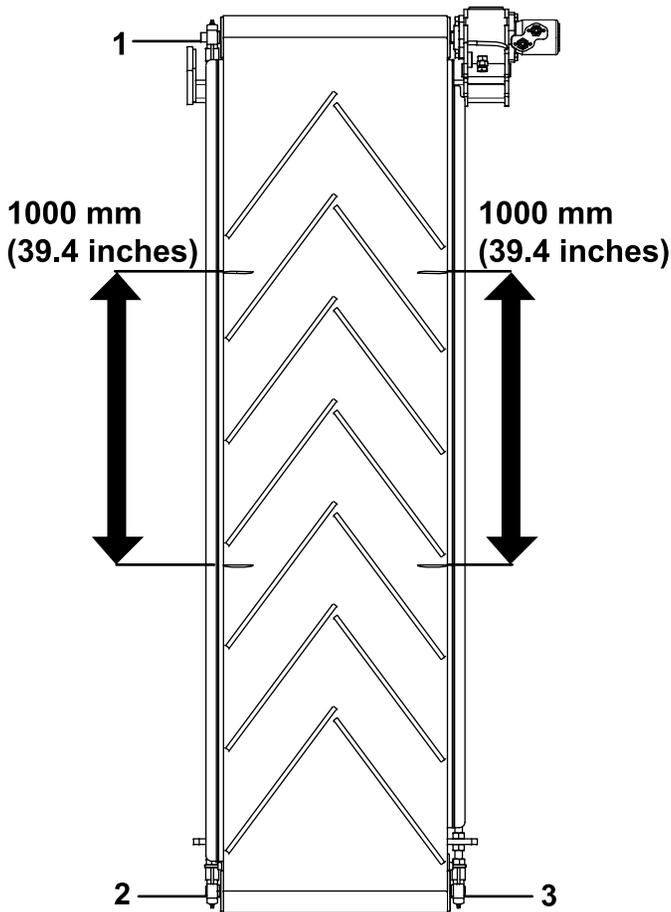

Figure 35
3. Tracez deux repères espacés de 1000 mm (39-13/32 po) de chaque côté de la bande; voir Figure 35.